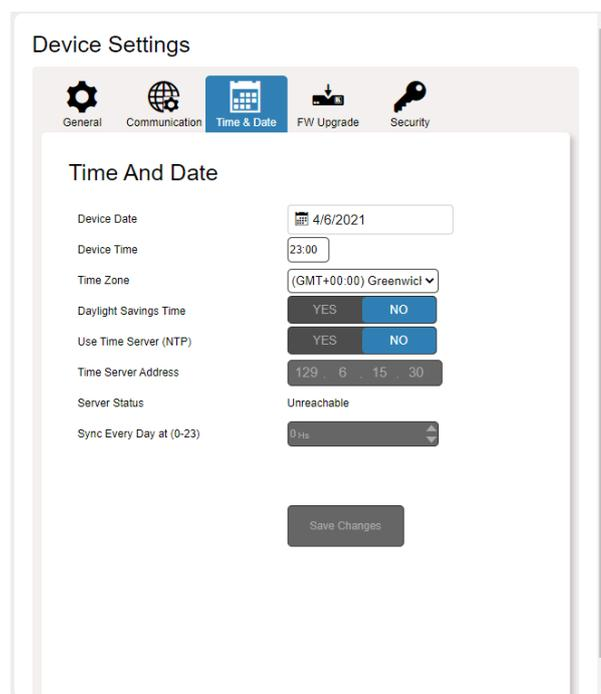

Рис. 25. Страница Device Settings (Настройки устройства) — Закладка Time and Date (Время и дата)
2. Откройте закладку Time & Date (см. рисунок 25).